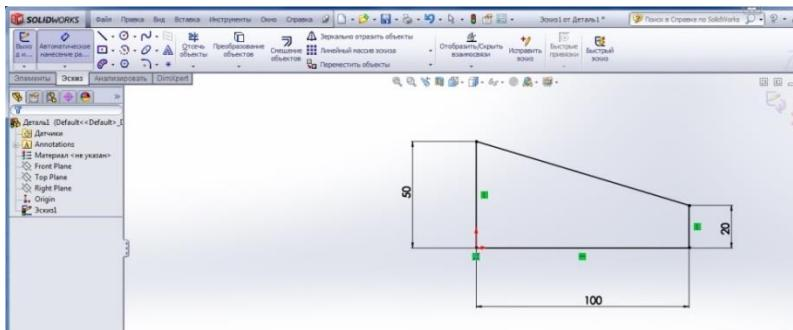
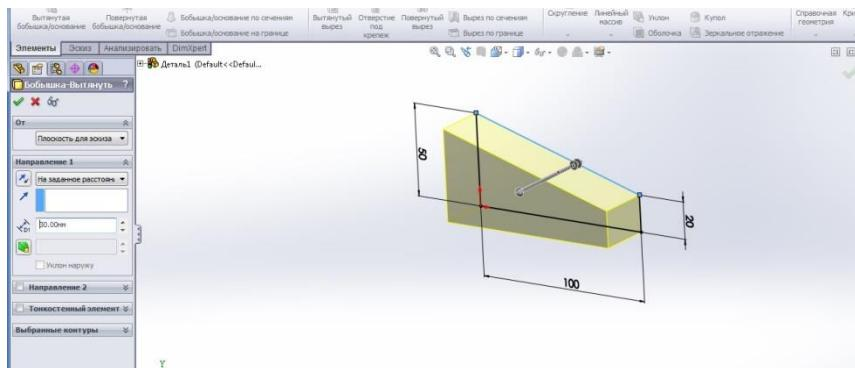

Рис. 2.11
Рис. 2.14
**Повністю визначений.** По загальному правилу, коли деталь йде у виробництво її геометрія повинна бути повністю визначена. У повністю визначеному ескізі всі елементи відображаються **чорним** кольором (рис. 2.11).
Готовий ескіз (рис. 2.11) можна витягнути для створення першого елемента майбутньої деталі (рис. 2.14). Для цього на панелі інструментів знаходимо вкладку Елементи, Витягнута бобишка/основа.